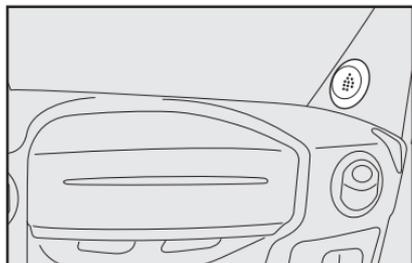

fig. 114
- Sede para os alto-falantes no painel de instrumentos **fig. 114**.
- Sede para os alto-falantes na coluna direita próximo à porta do passageiro **fig. 114**.